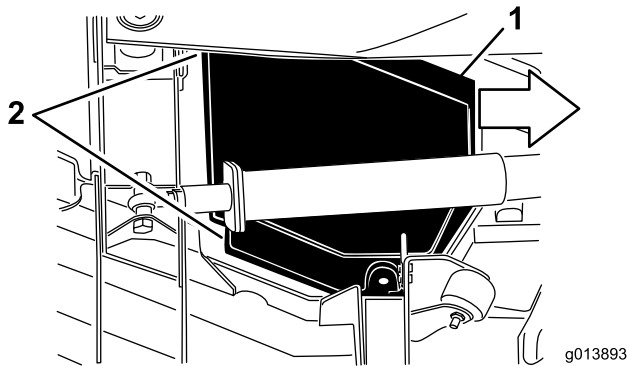

Figure 46
5. Tout en soulevant le capot, faites-le glisser vers le groupe de déplacement d'environ 2,5 cm (1 po) pour dégager le bord extérieur du tablier (Figure 46).